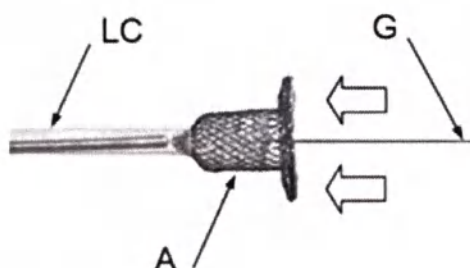

Рис. 09
- Загрузите изделие (A) в загрузочный катетер (LC), проталкивая толкатель (P), до тех пор, пока изделие (A) не окажется полностью внутри загрузочного катетера. Рис. 09 - 12.